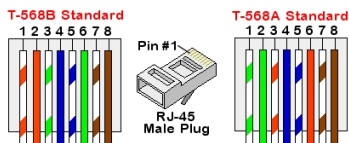

Figura 21: Cablaggio standard
- c. Inserire gli otto fili in un connettore RJ45, come descritto nella *Figura 21*
7. Per il lato switch/router, utilizzare un cavo precrimpato o utilizzare una pinza di crimpatura per preparare un connettore di comunicazione RJ45: Inserire gli otto fili nel connettore RJ45 nello stesso ordine indicato sopra (*Figura 21*).